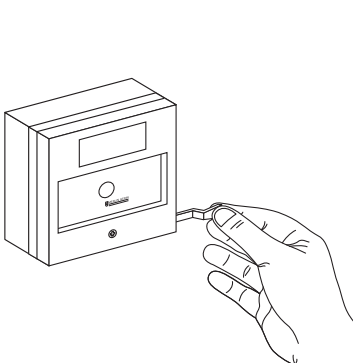

fig. 7
- sollicitez un déclencheur manuel avec la clé d'essai (figure 7)
- retirez la clé d'essai (figure 7)